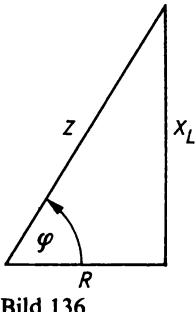

Bild 136
3. $L = \frac{X_L}{\omega} = \frac{\sqrt{Z^2 - R^2}}{2\pi f} \quad (\text{Bild 136}) \quad L = 15,1 \text{ mH}$
3. Nach (10.24) und (2.16) ist $X_L = 2\pi fL$, nach Bild 136 ist aber auch $X_L = R \tan \varphi$. Daraus folgt